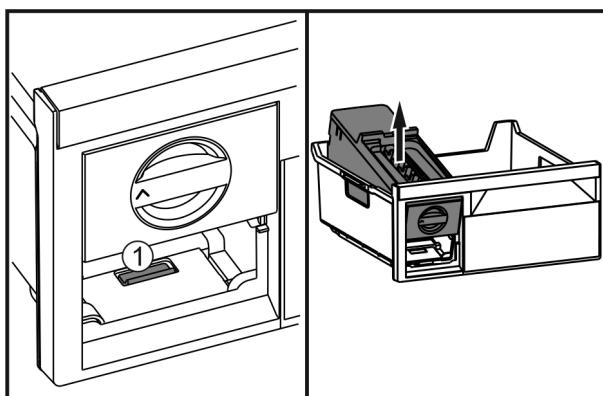

Fig. 47
- Stlačte sponu Fig. 47 (1), nadvihnite zariadenie EasyTwist-Ice zozadu a vyberte ho zo zásuvky na zmrazovanie.